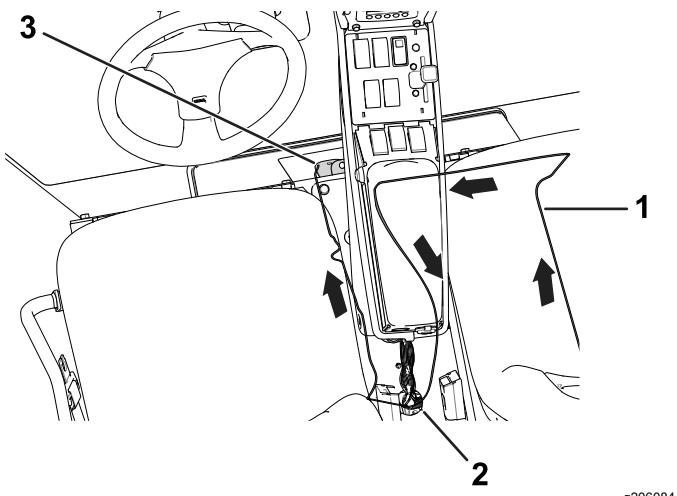
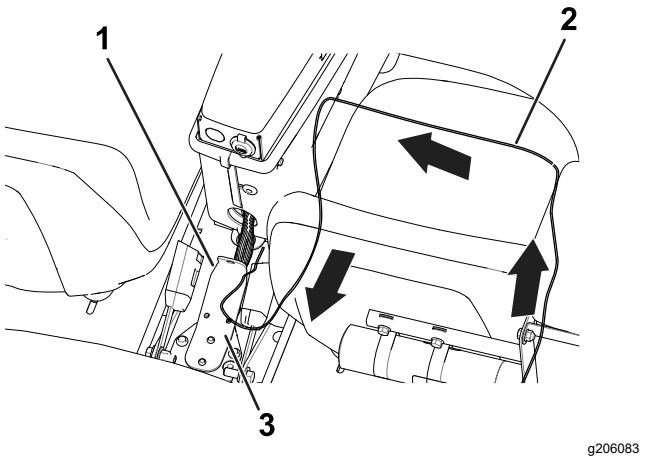

Figura 8
Figura 9
Enrute el tubo a lo largo del arnés de cables existente a través del hueco de la consola (Figura 9).
Enrute el tubo a lo largo del arnés de cables existente, a través del hueco de la consola, y a la parte delantera de la base del asiento (Figura 8).
4. Sujete los tubos al arnés de cables existente con bridales (Figura 9 o Figura 8).